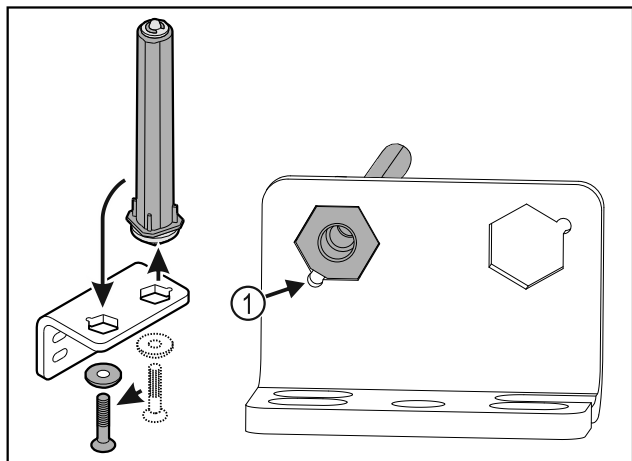

Fig. 32
- ▶ Ügyeljen arra, hogy felhelyezéskor a csapszeg élettörése Fig. 32 (1) a kerek furat felé mutasson.